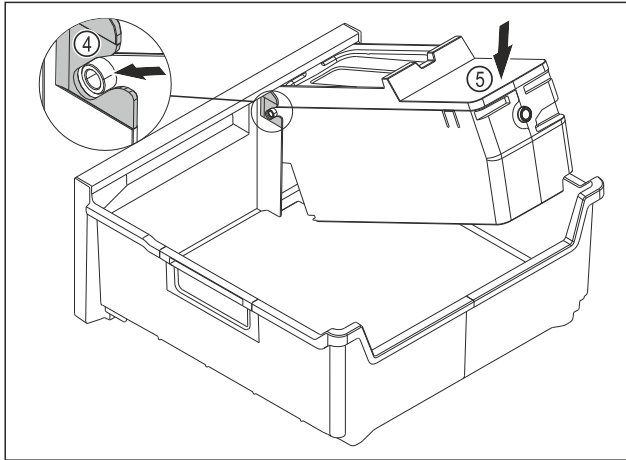

Fig. 86
- ▶ Montáž korpusu EasyTwist-Ice: Osi korpusu EasyTwist-Ice zasuniete do vedení Fig. 86 (4).
- ▶ Zatláčte korpus EasyTwist-Ice Fig. 86 (5) zozadu smerom nadol.